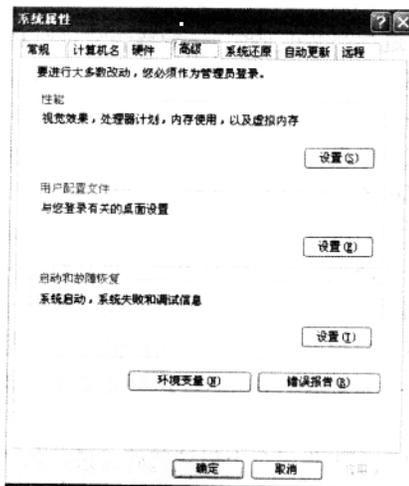

图 1-2 “系统属性”对话框
(2) 单击屏幕菜单的“属性”，显示如图 1-2 所示的“系统属性”对话框，选择“高级”选项卡。